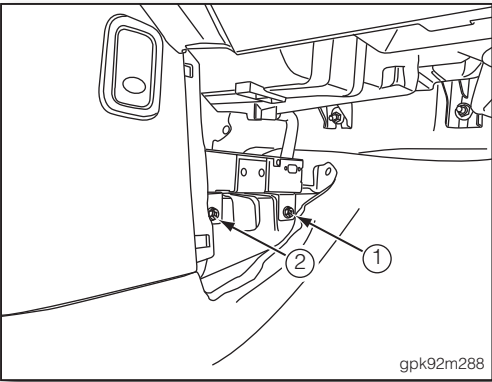

图 1
- 2. 拆下 OBU(SWITCH BOX) 支架的固定螺栓①、② ( 如图 1)。